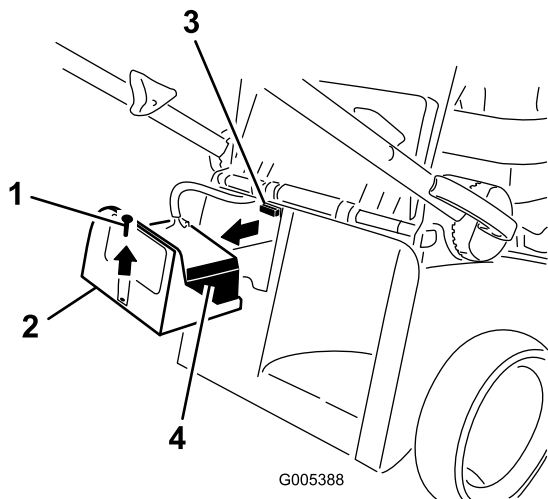

Figura 7
1. Retire la tapa de la batería y la batería y localice el portafusibles (Figura 7).